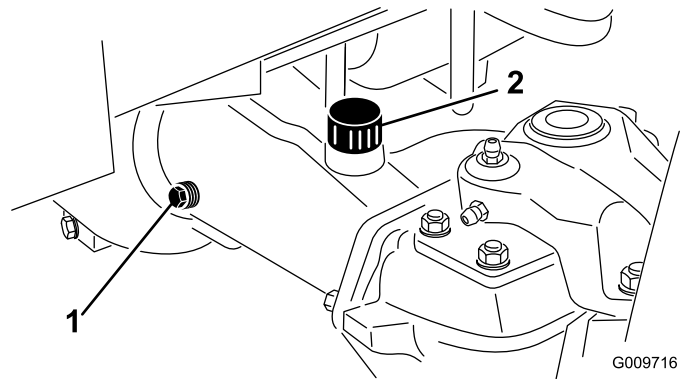

Bild 106
2. Entfernen Sie eine Prüfschraube aus einem Ende der Achse (Bild 106) und stellen sicher, dass das Öl die Unterseite des Lochs erreicht. Entfernen Sie bei niedrigem Ölstand die Füllschraube (Bild 106) und füllen genug Öl ein, um den Stand bis an die Unterseite der Prüfschraubenöffnungen anzuheben.